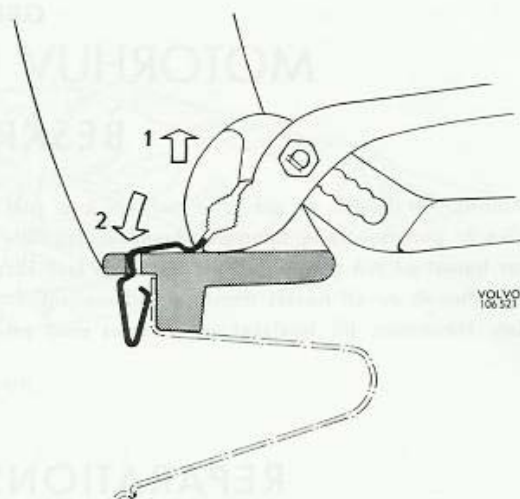

Bild 10. Demontering av kylarmaskering
1. Lossa de nedre klämmorna med lämplig tång (se bild 10).